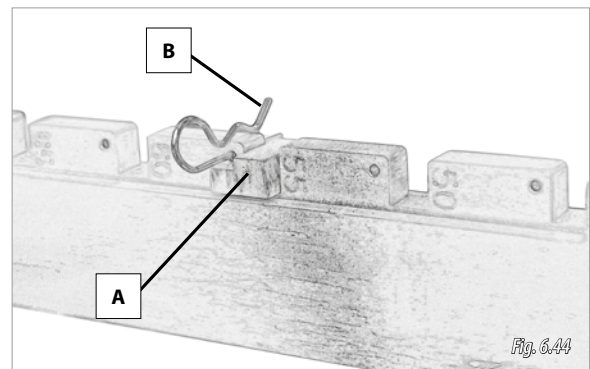

Fig. 6.44
- 1- Sacar los pasadores (B, Fig. 6.44) de los elementos y retirar los topes de apertura (A, Fig. 6.44).
- 2- Sacar los pasadores (B, Fig. 6.44) de los elemento y retirar los topes de apertura (A, Fig. 6.44).